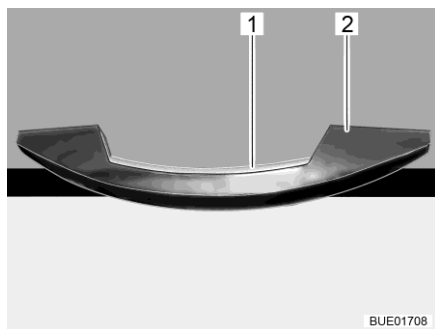
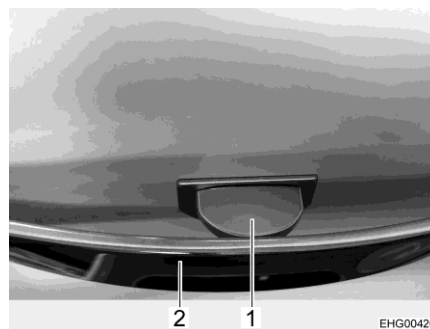

Fig. 66 Poignée avec barre de déverrouillage (exemple)
Fig. 67 Poignée avec languette de déverrouillage
- Enfoncer la barre de déverrouillage (Fig. 66,1) ou la languette de déverrouillage (Fig. 67,1) et la maintenir enfoncée.
- Tirer sur la poignée (Fig. 66,2 ou Fig. 67,2) jusqu'à ce que la porte de placard s'ouvre.